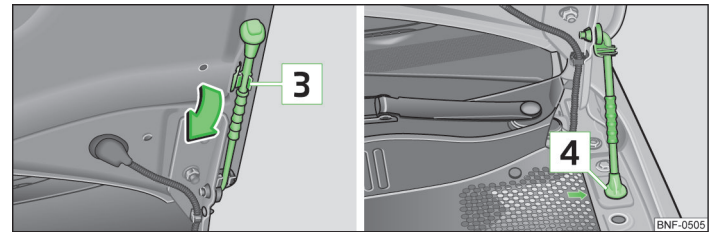

Fig. 104 Asigurarea capotei motorului
- Extrageți tija de susținere din suportul **3**, în sensul săgeții » fig. 104 și asigurați capota deschisă, prin introducerea capătului tijei de susținere în orificiul **4**.